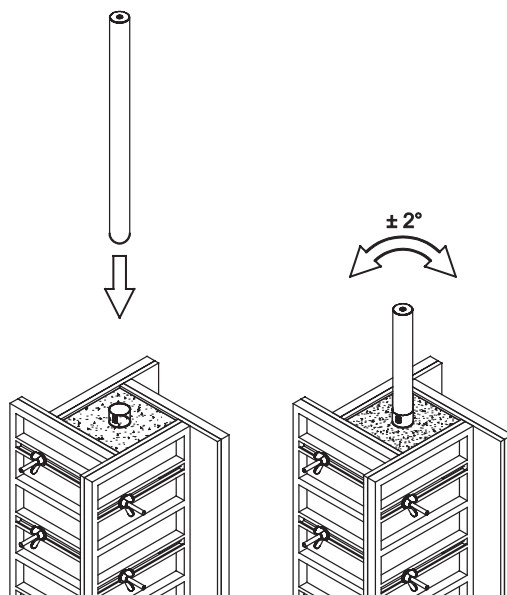

Figure 17. Mise à niveau du socle à encastrer.
2. Retirez le bouchon en plastique du haut du socle à encastrer et utilisez l'élément de nivelage pour vérifier la verticalité du socle, comme illustré sur la Figure 17. Les tolérances prescrites doivent être respectées.